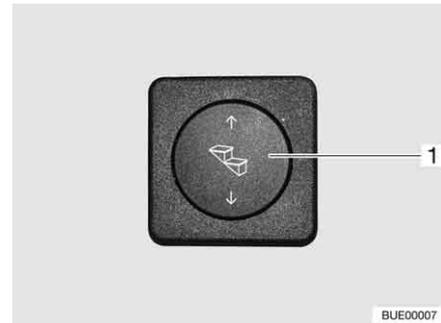

Fig. 9 Touche marchepied
*Sortir :* ■ Appuyer sur le bas du bouton-poussoir basculant (Fig. 9,1) et le maintenir pressé (pendant au moins 3 secondes) jusqu'à ce que le marchepied soit entièrement sorti.
*Ressortir :* ■ Appuyer sur le bouton-poussoir basculant (Fig. 9,1) vers le haut jusqu'à ce que le marchepied soit entièrement ressorti.